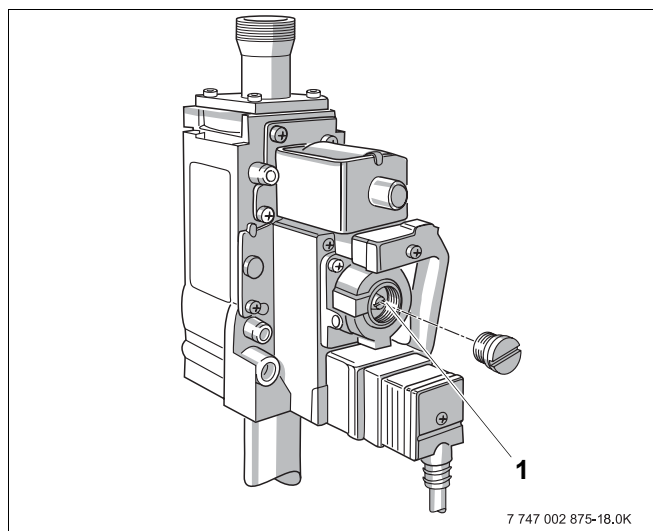

Рис. 51 Газовая арматура Honeywell VR 4605
- На газовой арматуре Honeywell VR 4605 удалите защитный колпачок или заглушку на регулировочном винте (рис. 51, поз. 1).